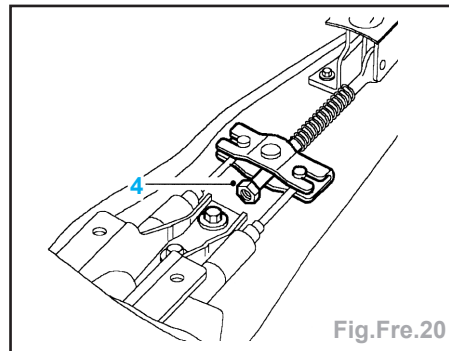

Fig.Fre.20
- Serrer l'écrou de réglage du palonnier jusqu'à ce que les roues AR commencent à frotter légèrement lorsqu'on les fait tourner (Fig.Fre.20).